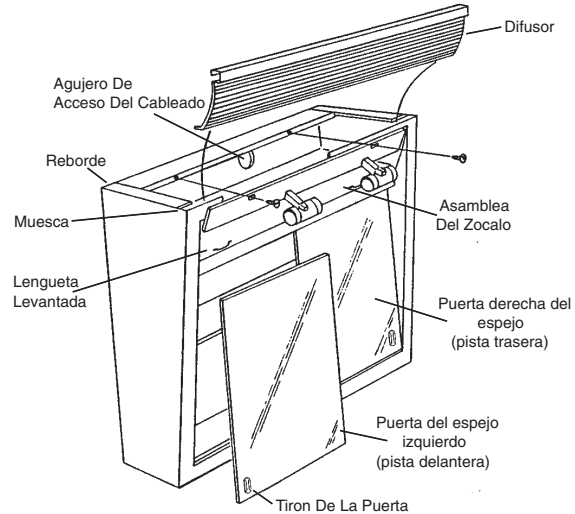

Fig. 2
Fig. 2 All electrical connections must be made in accordance with local code ordinances. If you are unfamiliar with methods of installing electrical wiring, secure the services of a qualified electrician.
4. CAUTION: Before wiring to the power supply, turn off electricity at fuse or circuit breaker box. Remove socket assembly and pull house wires through wiring access hole. Connect black to black, white to white and green to house ground. (Fig. 2) Replace socket assembly.
4. PRECAUCION: Antes de atar con alambre a la fuente de alimentación, de vuelta apagado a la electricidad en el fusible o la caja del interruptor. Quite el montaje del zocalo y tire de los alambres de la casa a través del agujero de acceso del cableado. Conecte el negro con el negro, blanco al blanco, y al verde para contener la tierra (Fig. 2) sustituye el montaje del zocalo.